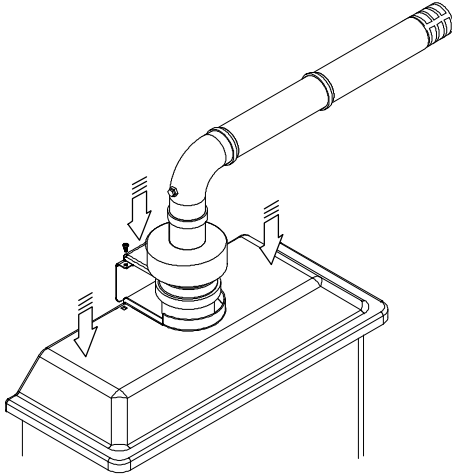

fig. 5.39
- Posizionare e bloccare con le viti il riparo posteriore ferma tettuccio (fig. 5.39).